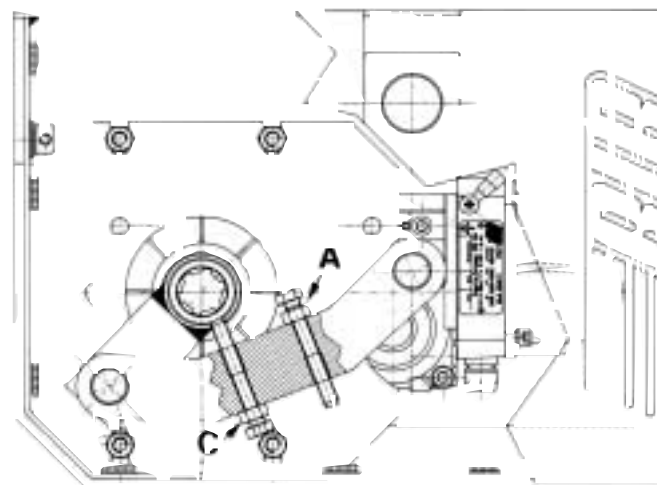

Fig. 11
- Pour obtenir l'ouverture du portail désirée, il suffit de visser ou de dévisser la vis d'arrêt (A) et de bloquer ensuite le contre-écrou pour empêcher qu'elle change de position par la suite (Fig.11).